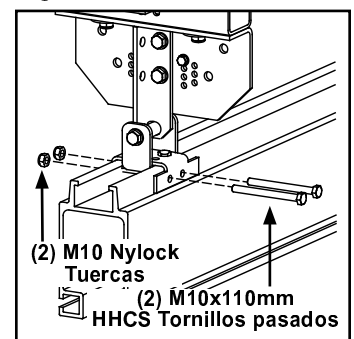

Figura 3-20
- Paso 3. Instale dos (2) M10 x 110 mm HHCS con tuercas Nylock M10. **Apriete hasta que asienten + 1/4 de vuelta.** Do not over tighten. No apriete de más, puede doblar el soporte. Vea Figura 3-20.